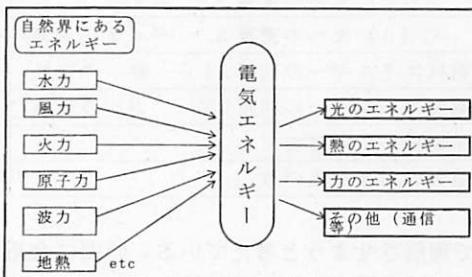

図1 プリントNo.1の一部
- ・毎時間1枚のプリントで学習がまとめられるようにする（図1はその例）。
(2) 火力のエネルギーから力のエネルギーへ